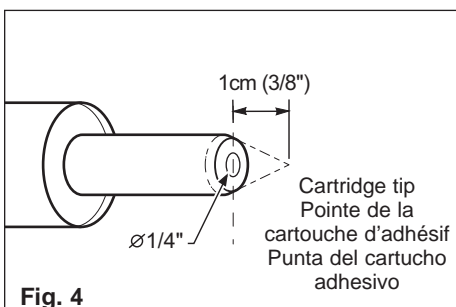

Fig. 4
- Cut nozzle of adhesive cartridge 1 cm (3/8") from the end at a 90° angle toward the tip. In no case should the adhesive bead be larger than a common pencil diameter - 5 mm (1/4"). **Fig. 4.**
- Couper le bout de la cartouche d'adhésif à environ 1 cm (3/8 po), dans un angle de 90°. L'ouverture ainsi pratiquée ne doit jamais être plus grande que le diamètre d'un crayon (maximum 5 mm ou 1/4 po). **Fig. 4.**
- Corte el extremo del cartucho de adhesivo a aproximadamente 1 cm (3/8"), con un ángulo de 90°. La abertura no debe ser mayor al diámetro de un lápiz (5 mm o 1/4" máximo) (**Fig. 4**).